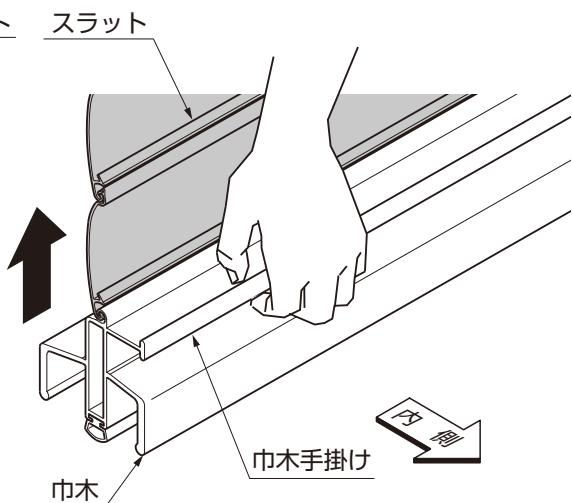

図14-2 手動におけるスラットの巻き上げ
③巾木手掛けを持ち、シャッターを手動で巻き上げてください。(図14-2参照)